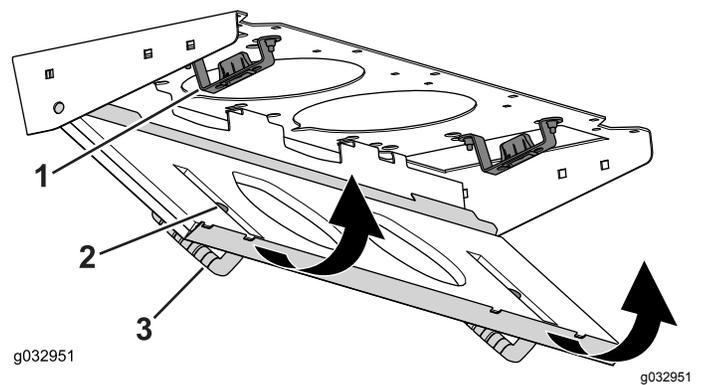

Figura 93
4. Gire la rejilla del filtro sobre las pestañas hasta que el resbalón se bloquee en el cerradero (Figura 93).